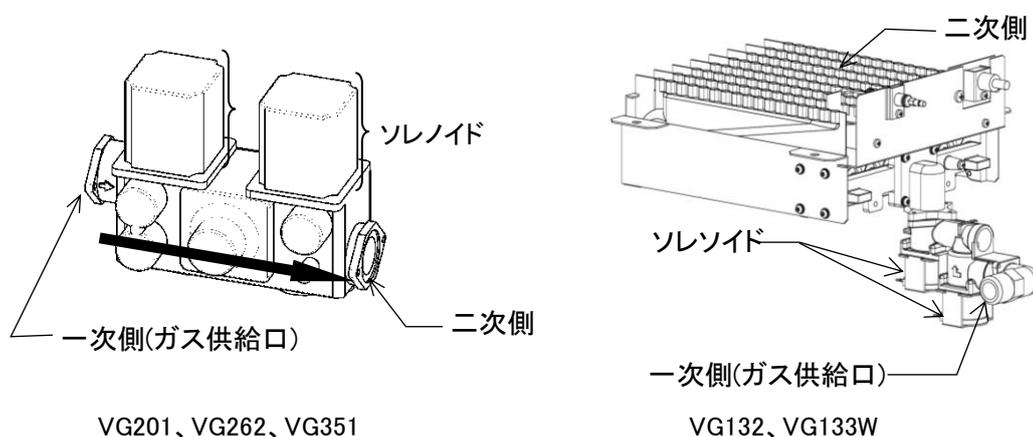

図 9-6
### 9.3.4 ガス電磁弁（図 9-6）
- ・ 炎が正常な状態であることを確認します。(図 9-6)